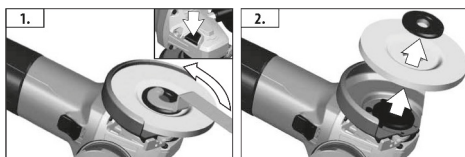

IMAGEN 5
9.6. Desmontar el disco, presione el botón de traba del eje, use la llave especial para sacar el apriete de la brida superior. (IMAGEN 5)